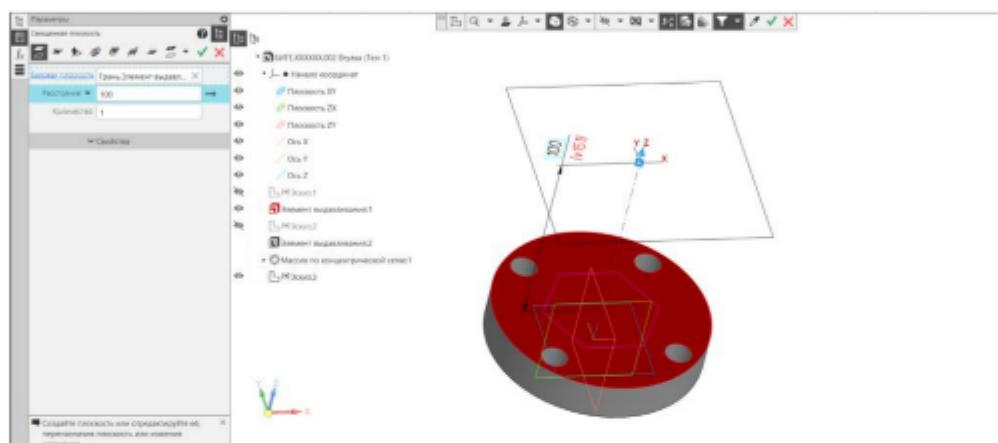

Рис. 19 Команда «Смещенная плоскость»
Для создания второго эскиза необходимо создать рабочую плоскость, параллельную плоскости верхнего основания фланца и отстоящую от нее на 100 мм. Для построения плоскости выбрать команду «Смещенная плоскость» на панели «Вспомогательные объекты» (рис. 19).
- Твердотельное моделирование – Вспомогательные объекты – Смещенная плоскость.** Параметры операции: базовая плоскость – Верхнее основание Элемента выдавливания 1 (фланец); расстояние – 100 мм; количество элементов – 1 (см. рис. 19).